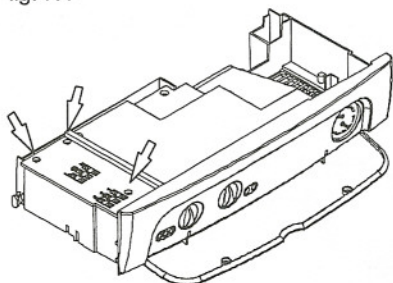

fig. 7.4
- 5 Aflojar los tornillos y retirar la tapa de la bornera fig. 7.4